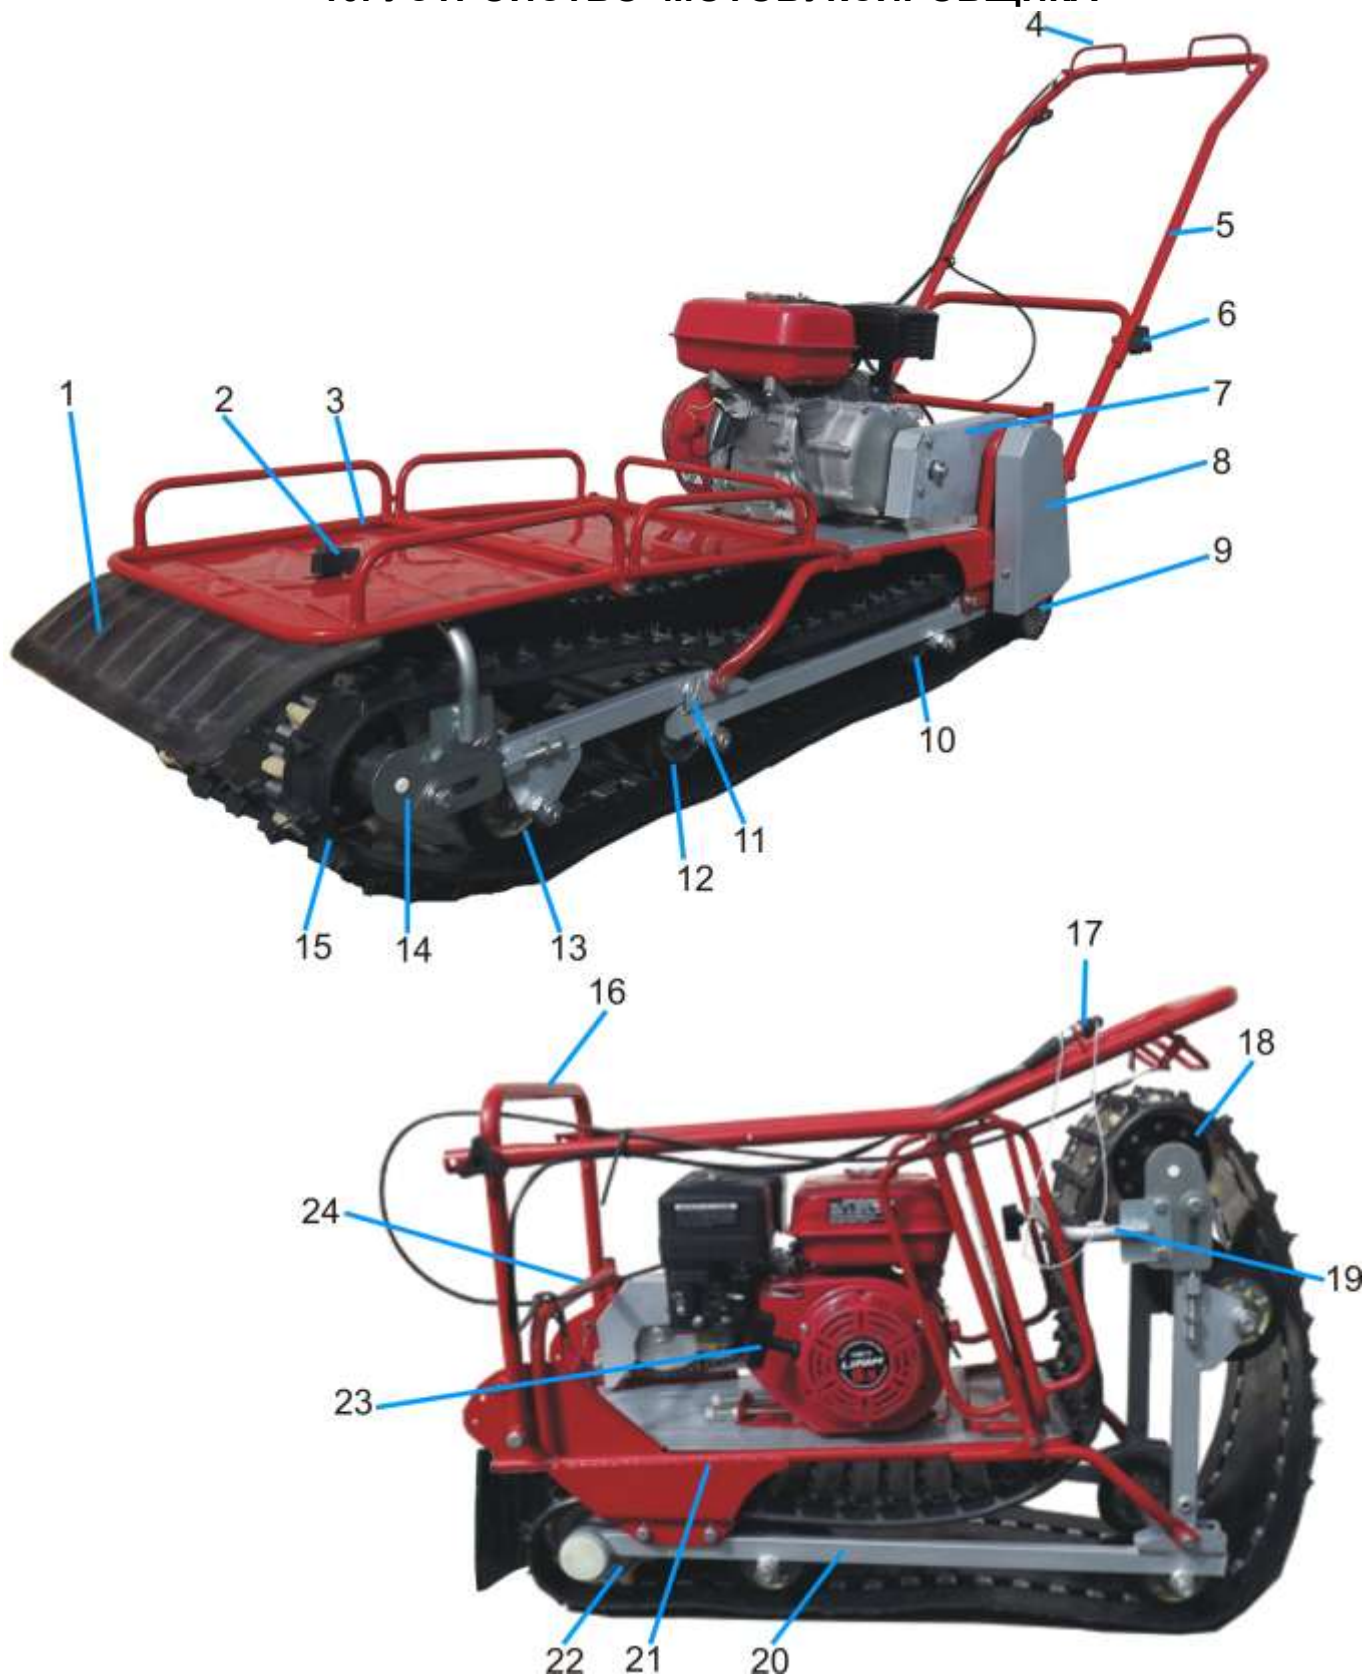

Рис. 1. Мотобуксировщик МБГ-1.
<p>Мотобуксировщик к эксплуатации подготовлен</p>	<p>1. Распаковать и расконсервировать мотобуксировщик. Установить руль мотобуксировщика в рабочее положение согласно рис.1 данного паспорта .</p>
- 9.7. Для экстренной остановки двигателя мотобуксировщика предусмотрен размыкатель зажигания 17 (рис. 1). Шнурок размыкателя должен быть надет на кисть правой руки оператора. В ситуации, когда рука оператора отрывается от руля, шнурок срывает заглушку с упора, выключатель замыкает цепь зажигания на массу, двигатель останавливается.
Переведите руль 5 и тележку 20 (рис.1) из положения для транспортирования рис. 2 в рабочее в соответствии с рис. 1. Руль необходимо перевернуть на 180°.
- снять кожух нижний 8 (рис.1);
Несколько раз нажмите и отпустите рычаг управления дросселем 4 (рис. 1). Тросик должен перемещаться легко, без заеданий. Если при движении тросика наблюдается заедание или повышенное трение, необходимо закапать под оболочку тросика 5-10 капель любого моторного масла.
Внимание! Перед запуском двигателя необходимо надеть шнурок размыкателя 16 (рис. 1) на кисть руки оператора и установить выключатель двигателя 6 (рис. 8) и рычаг топливного крана 2 (рис. 8) в положение «ON»(ВКЛ.).
После запуска прогрейте двигатель в течение 1...2 минут. Закройте рычаг пускового устройства 3 (рис. 8). Мотобуксировщик готов начать движение. Для начала движения нажмите на рычаг управления дросселем 4 (рис. 1) до упора, контролируя направление движения мотобуксировщика.
Для остановки двигателя отпустите рычаг управления дросселем 4 (рис. 1), переведите выключатель двигателя 6 (рис. 8) и рычаг топливного крана 2 (рис. 8) в положение «OFF» (ВЫКЛ.). По окончании движения и выключении двигателя очистите трос ручного стартера от снега и льда. Для этого, при выключателе двигателя в положении «OFF» (ВЫКЛ.), потяните несколько раз за рукоятку стартера.
ВНИМАНИЕ! Для экстренной остановки двигателя мотобуксировщика пользуйтесь размыкателем зажигания 17 (рис. 1). Шнурок размыкателя одевается на кисть правой руки